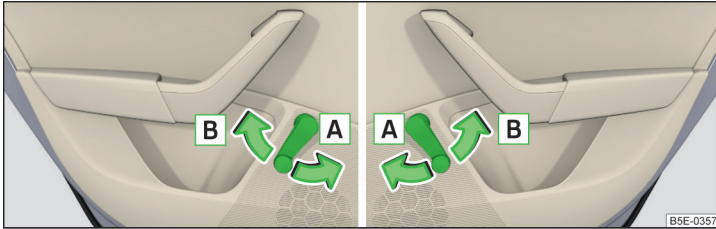

Abb. 61 Fensterbedienung: links/rechts
- Zum **Öffnen** die Kurbel in Pfeilrichtung **A** drehen » Abb. 61.